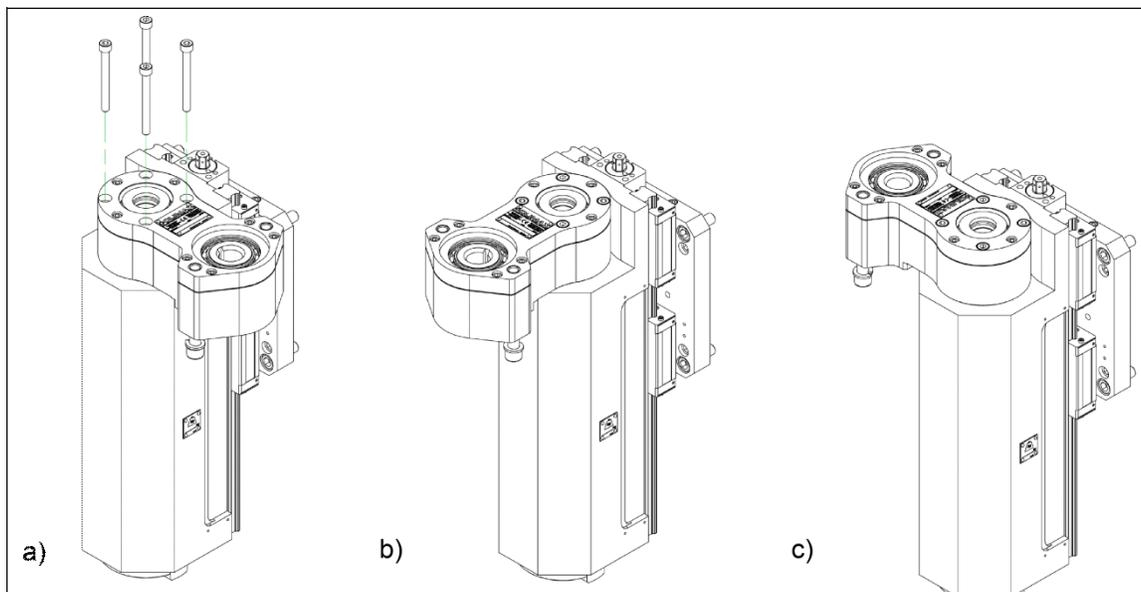

FIGURA 3-54. ROTACIÓN DE LA CAJA DE ENGRANAJES
En algunas aplicaciones de fresado del FF8200, la caja de engranajes puede interferir con otros componentes. Puede rotar la caja de engranajes a las posiciones que se muestran en la Figura 3-54 para evitar colisiones entre los componentes.
2. Quite los cuatro tornillos de las ubicaciones indicadas en la Figura 3-54-a.
3. Gire la caja de engranajes 90 o 180 grados hasta la posición adecuada, como muestra la Figura 3-54 b o c.